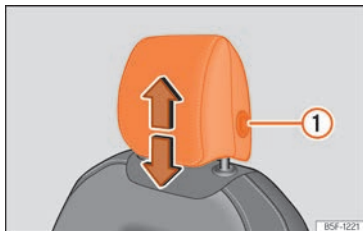
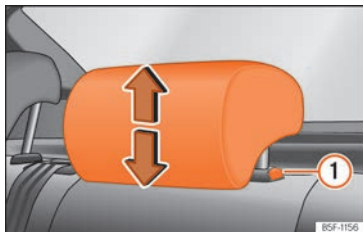

Fig. 114 Siège avant : réglage de l'appuie-tête.
Fig. 115 Appuie-tête arrière : réglage de l'appuie-tête.
ant sur le bouton latéral (1) » fig. 114 » fig. 115.
- Appuyez sur le bouton latéral » fig. 114 (1) et retirez les appuie-tête.